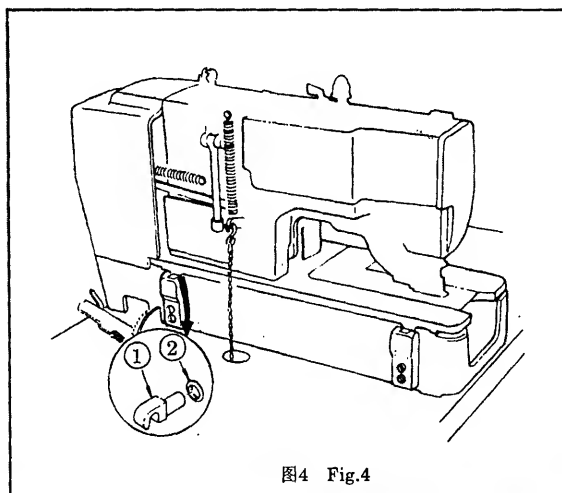

图4 Fig.4
3. 机头的安装 图4
3. SETTING UP THE MACHINE HEAD Fig.4